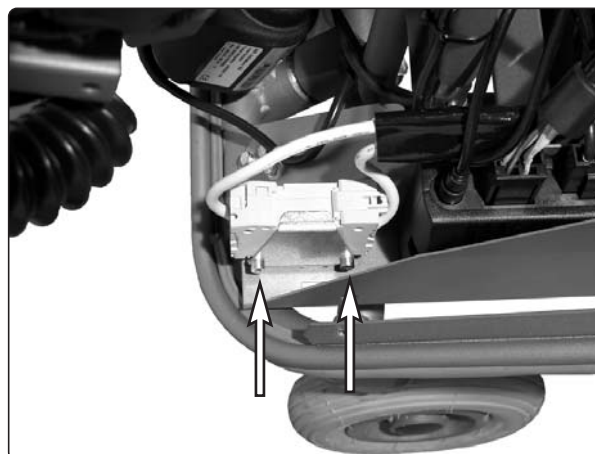

Abb. 53. Hauptsicherung 63A.
5. Bauen Sie die Hauptsicherung aus, indem Sie die beiden Schrauben abschrauben, siehe Abb. 53.
8. Befestigen Sie die neue Hauptsicherung mit den beiden Schrauben, siehe Abb. 53.